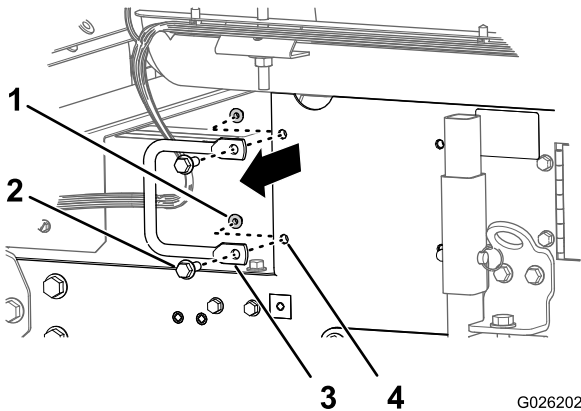

Figura 1
1. Rimuovete i 2 bulloni e i 2 dadi che fissano la manopola di sollevamento all'estremità anteriore della guida del serbatoio sinistro e rimuovete la manopola di sollevamento (Figura 1).